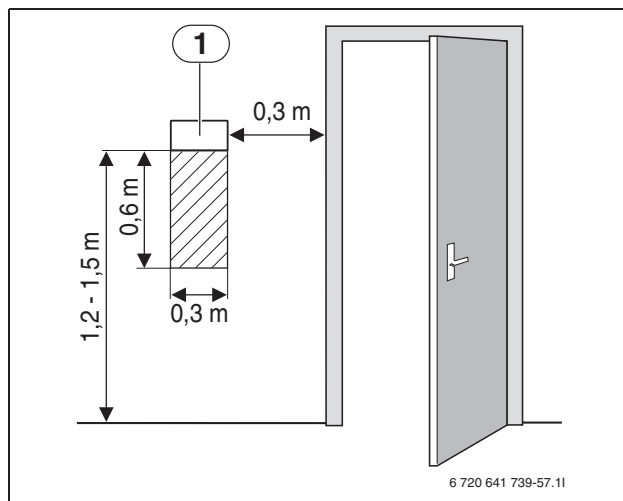

Bild 11 Rekommenderad monteringsplats för rumsgivare
- ▶ Obehindrad cirkulation av rumsluften under rumsgivaren (streckad yta ska hållas fri (→ bild 11))